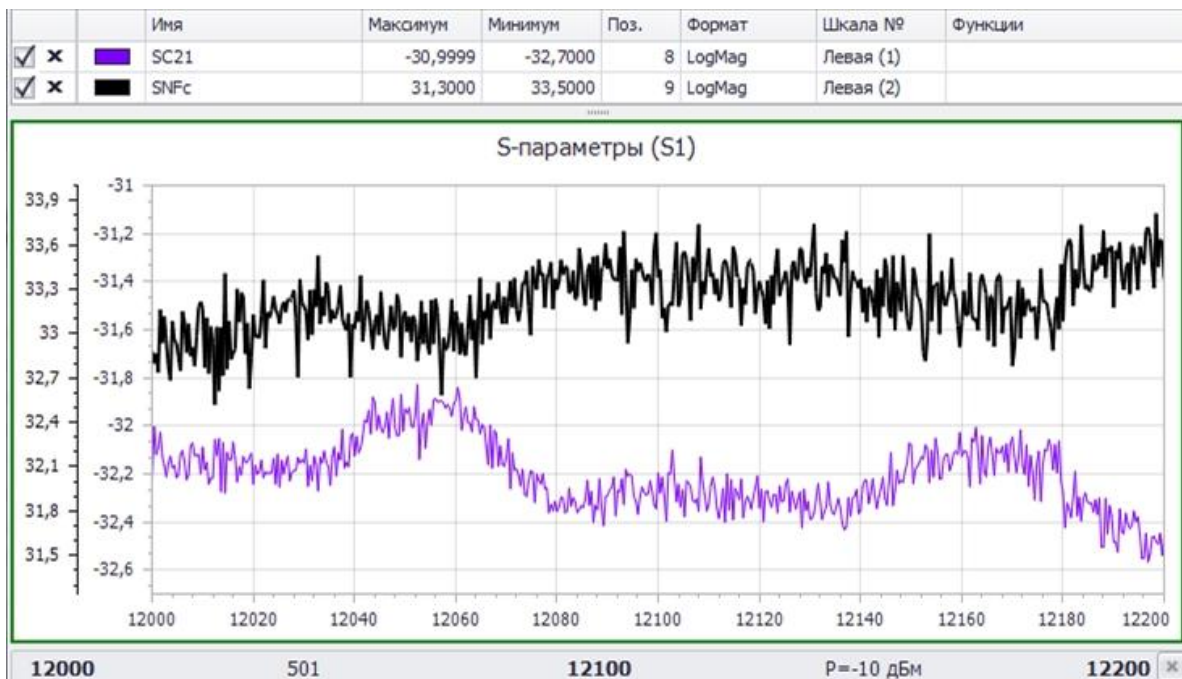

Рис. 47. Результаты измерения коэффициента преобразования и коэффициента шума с двойным преобразованием
16. Результаты измерения изображены на рис. 47.